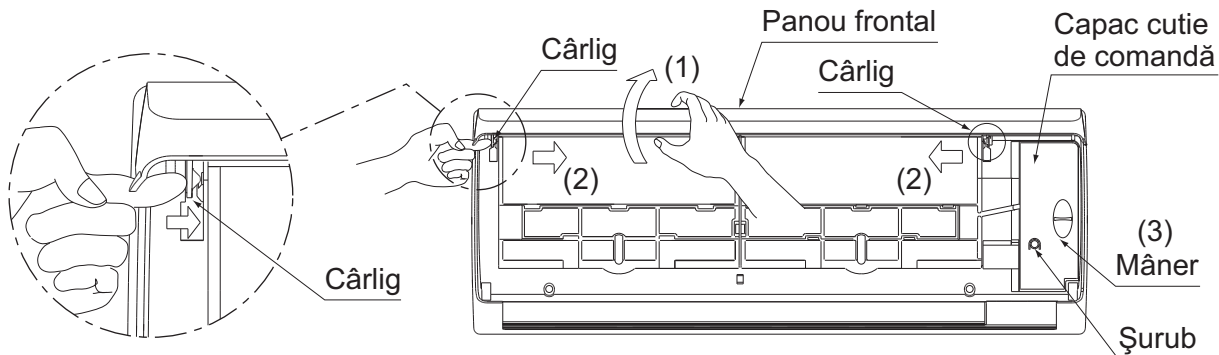

Fig. 7
(2) Scoateți panoul frontal și capacul cutiei de comandă. (Consultați Fig. 7)